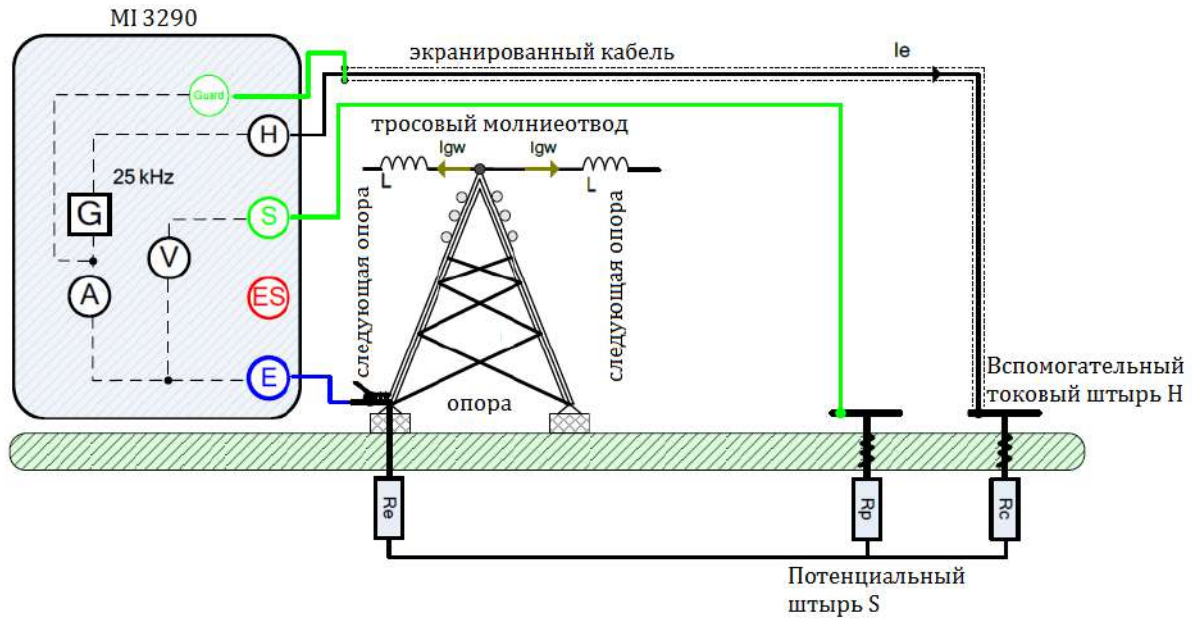

Рисунок 11.21: Пример высокочастотного (25 кГц) измерения сопротивления заземления
- Соберите схему согласно рис. 11.21.